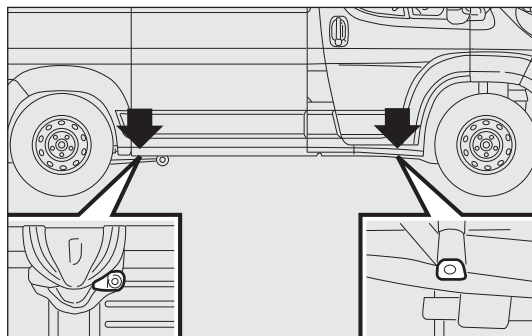
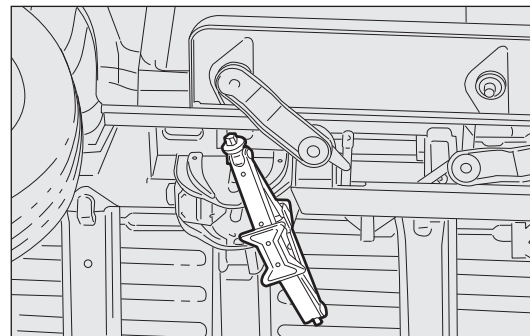

fig. 154
fig. 155
- sistemare il cric in corrispondenza del supporto di sollevamento più vicino alla ruota da sostituire nei punti illustrati in fig. 154. Per versioni passo corto con pedana retrattile, il cric deve essere posizionato nel punto di sollevamento illustrato in fig. 155 orientato (45°) in modo tale da non interferire con la pedana retrattile;